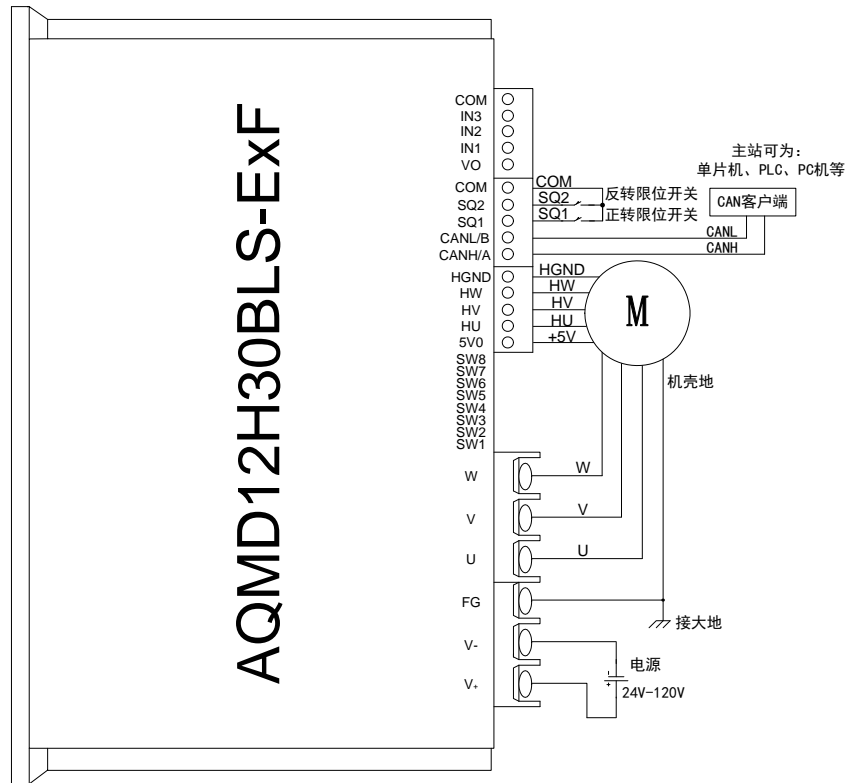

图 3.7 CAN 通讯电源及电机接线图
- 6) 若主站/客户端为CAN设备，CAN主站/客户端与驱动器的 485/CAN接口按照 CANH-CANH、CANL-CANL的方式连接，并且CAN总线上至少要并联一个 120Ω 的电阻才能正常通讯，如图 3.7 所示，接通电源（注意：电源的电压应与电机的额定电压一致，且能够提供的电流大于电机的额定电流）。